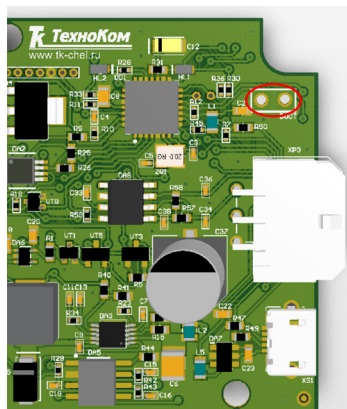

Рис.9. Расположение контактов B00T.
4. Замкните контакты B00T (см. рис. 9) и подключите TK-OBD2LOG к ПК с помощью стандартного кабеля USB AM – USB microB 5pin.